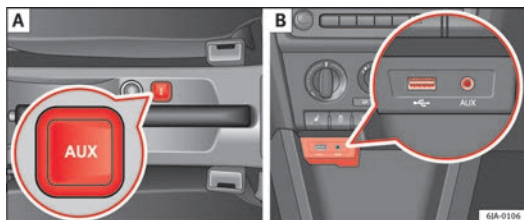

Abb. 40 AUX-IN-Eingang und MDI-Eingang
- über der Mittelkonsole zwischen den Vordersitzen ⇒ Abb. 40 - [A];
- über dem Ablagefach an der Mittelkonsole vorne ⇒ Abb. 40 - [B];
Der MDI-Eingang befindet sich oberhalb der Ablage der Mittelkonsole vorne ⇒ Abb. 40 - [B];